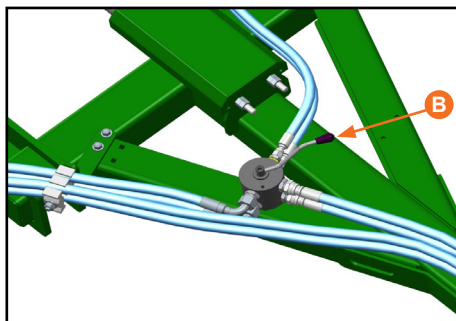
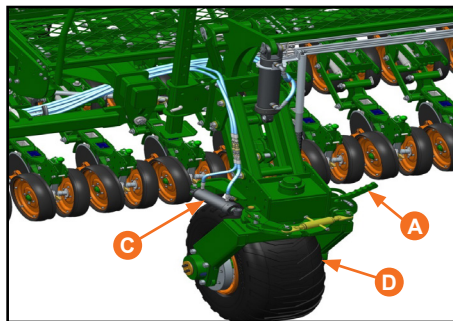

Figura 48
Figura 49
- Ainda com o implemento apoiado pelas linhas de plantio, levante a alavanca (A) (Figura 43) e destrave o rodado acionado. Posicione a alavanca (B) da válvula do cabeçalho de transporte para a parte traseira do implemento (Figura 48). Assim o fluxo de óleo será direcionado para o cilindro (C) que está instalado no conjunto rodado acionado, e fazendo com que o rodado gire 90° e fique posicionado em sentido de transporte (Figura 49).
- Trave novamente o rodado com a alavanca (A). Caso ocorrer de o rodado não girar o suficiente ou além do necessário poderá ser corrigido o posicionamento do rodado através do tensor (D) instalado (Figura 49).